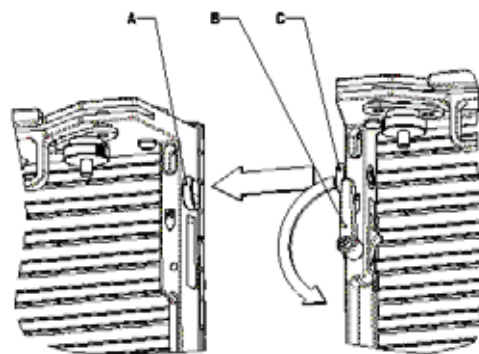

Bild 14: Horizontale Verriegelung in einer flachen Videowand
- Siehe Bild 14. Richten Sie beide Module horizontal aus. Drehen Sie beide Hebel **B** des Moduls mit den Verriegelungen gegen den Uhrzeigersinn. Beide Verriegelungen **C** müssen vollständig in die Aufnahmen **A** am anderen Modul eingreifen.
8. Installieren Sie die Konusse (siehe Bild 14) an den Seiten der Module und Header, bevor Sie mit den Modulen gerade Videowände aufbauen.